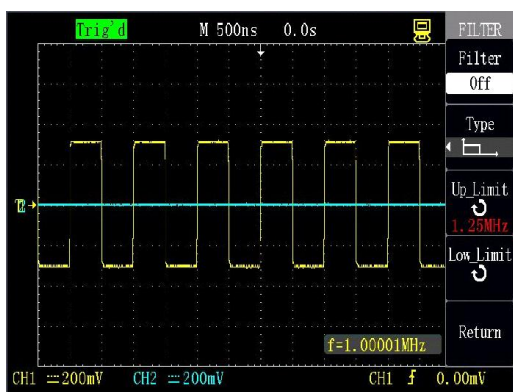

Figura 2-16 Filtro digital desligado
2. Pressione [CH1]→“Next”→“Digital filter→” “OFF” e feche a função filtro digital, como mostrado na figura 2-16.